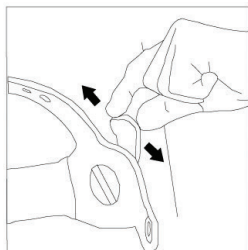

Рис. 3
7.7 На боковой стороне наголовника существуют фиксированные отверстия. Можно изменить угол поля зрения путём регулировки положения пистона в фиксированных отверстиях (рис. 3).